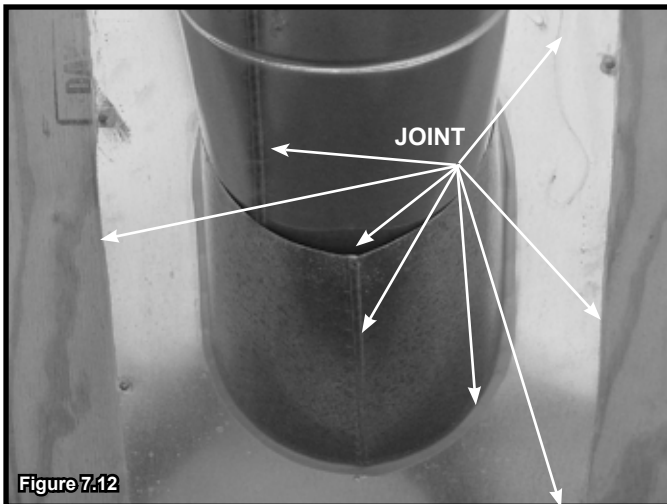

Figure 7.12
- Glissez le solin sur le conduit sortant du toit, comme indiqué à la figure 7.12.
- Scellez le périmètre du solin, là où il entre en contact avec la surface du toit. Voir la figure 7.12.